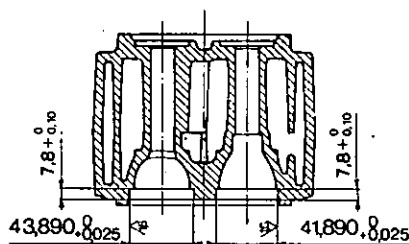

Fig. 5 - Alloggiamenti per le sedi valvole nella testa motore
- Ricavare gli alloggiamenti delle sedi valvole nella testa, usando l'attrezzatura 5.9030,458.0, seguendo le quote riportate in fig. 5;